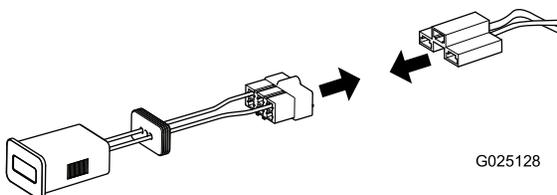

Bild 10
8. Stecken Sie den Verbinder des Kabelbaums des kabellosen Betriebsstundenzählers in den Verbinder des Betriebsstundenzählers (Bild 10).